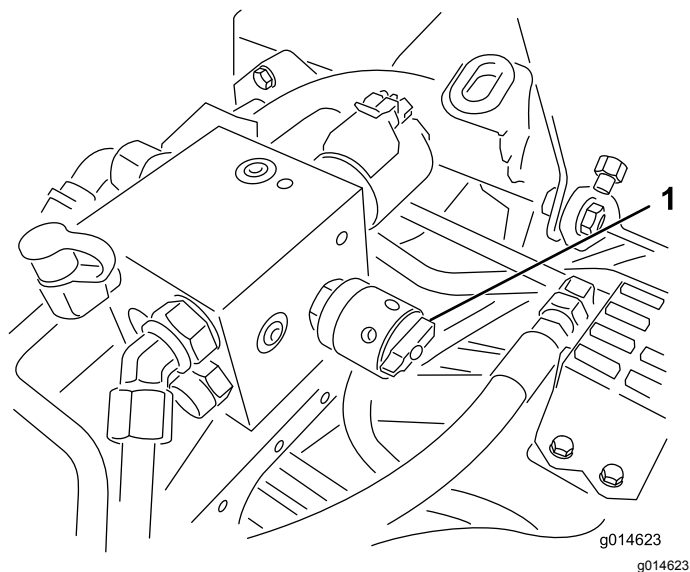

Figura 56
6. Gire el control de velocidad del molinete a la posición 1 (Figura 56).